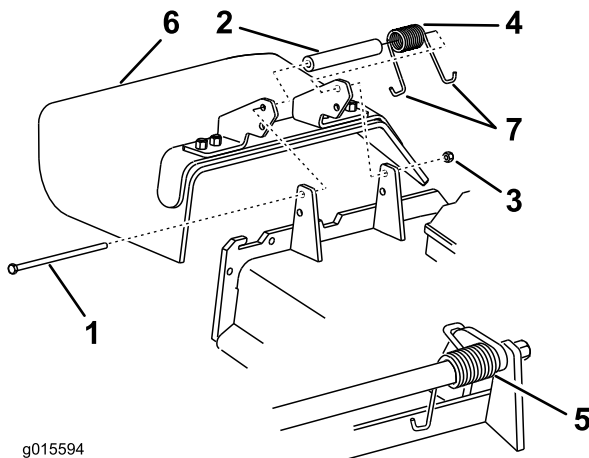

Figure 100
1. Retirez le contre-écrou, le boulon, le ressort et l'entretoise qui fixent le déflecteur aux supports de pivot (Figure 100).
**Remarque:** Prenez soin de placer 1 extrémité en J du ressort derrière le bord du tablier avant de mettre le boulon en place, comme montré à la Figure 100.
6. Accrochez l'extrémité en J du ressort au déflecteur d'herbe (Figure 100).